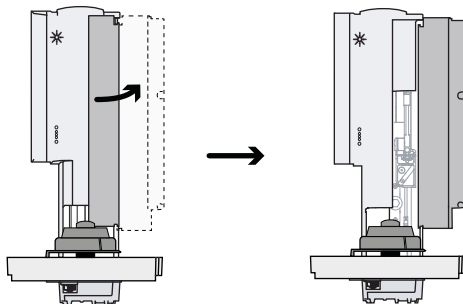

Figure 8 Ouvrez la porte de l'ALS
- 1 Ouvrez la porte de l'ALS (Figure 8).